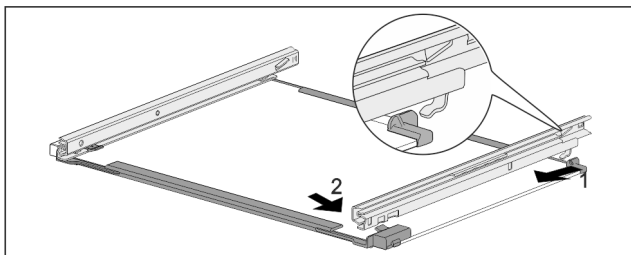

Fig. 160 Pllaka e xhamit me shinat
- ▶ Kapni shinën në kapëse në pjesën prapa. Fig. 160 (1)
- ▶ Kapni shinën në kapëse në pjesën përpara. Fig. 160 (2)